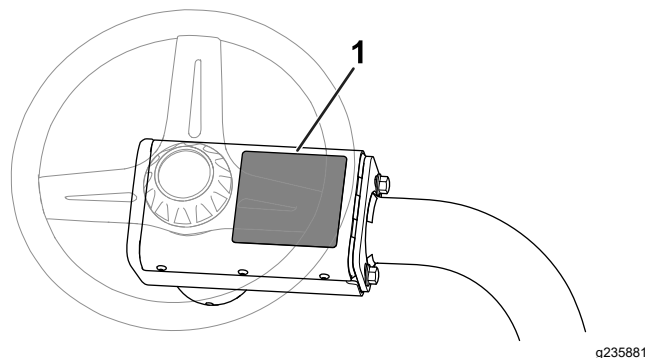

図 14
- CE 警告ステッカーP/N 136-8505を、既存の警告ステッカーP/N 136-8506の上から貼り付ける図 14を参照。